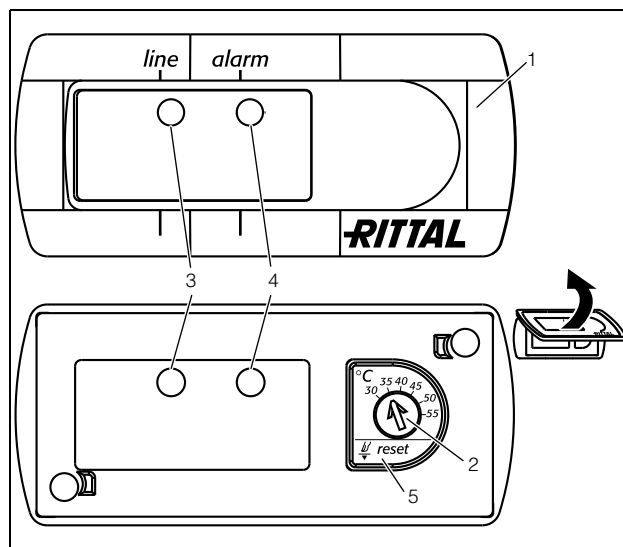

Рис. 33: Базовый контроллер
Базовый контроллер осуществляет контроль и управление холодильным агрегатом. С помощью зеленого и красного светодиода (рис. 33, № 3 и 4) отображаются режимы работы:
- Установить желаемую температуру при помощи регулятора (рис. 33, страница 21).
- Нажмите кнопку "Reset" (рис. 33, № 5) и удерживайте ее минимум 3 сек.